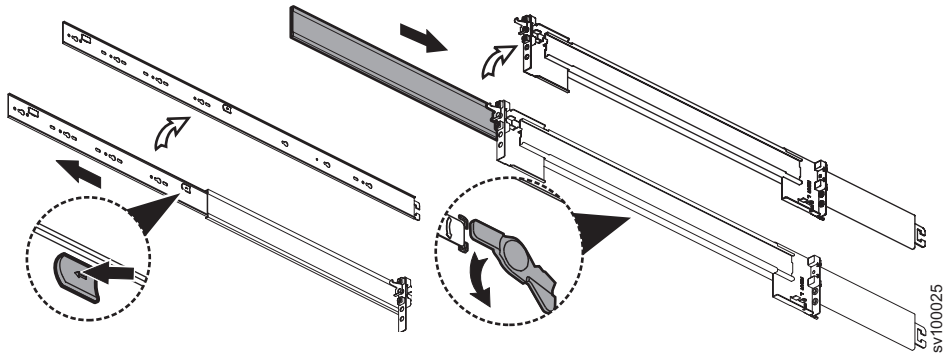

Figure 22. Dissociation de l'élément de glissière interne
3. Dissociez l'élément interne de la glissière en trois parties, comme indiqué sur la figure 22, à la page 22.